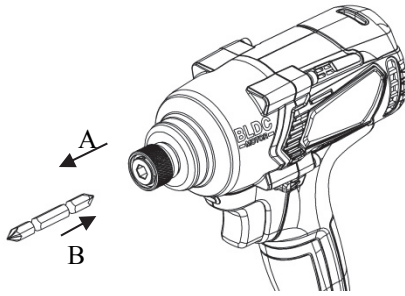

Abb. 3
1. Ziehen Sie die Führungshülse nach vorne. (siehe Abb. 3-A)
1. Stecken Sie einen Sockel in den Amboss. (siehe Abb. 3)
Ziehen Sie den Sockel direkt aus dem Amboss heraus. (siehe Abb. 3)